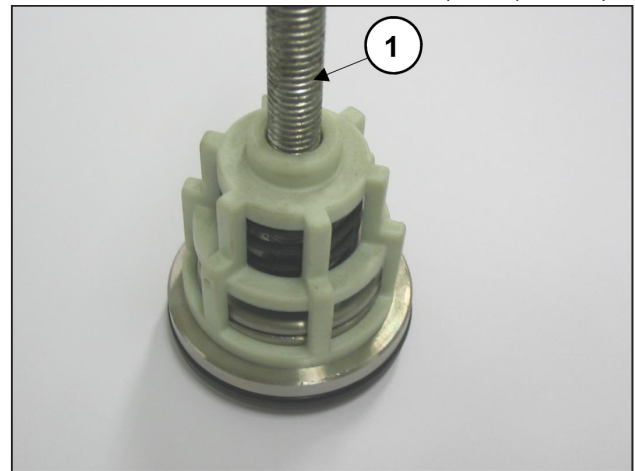

Abb. 17
- Bauen Sie die Saug- und Druckventilgruppen durch Anziehen einer Schraube M10 ausreichender Länge aus, um die Ventilscheibe betätigen und die Ventilführung aus dem Ventil Sitz herausziehen zu können (Pos. ④, Abb. 17).